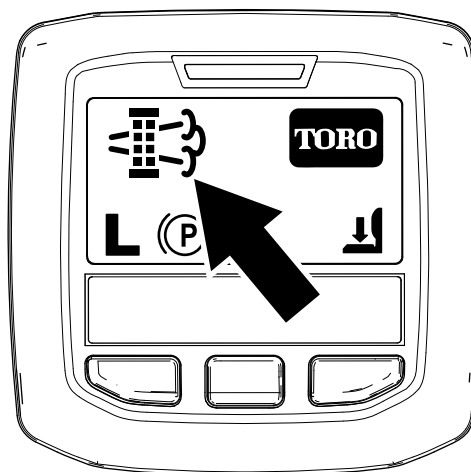

Figura 46
- Cuando el ordenador del motor solicita una regeneración con la máquina aparcada o una regeneración de recuperación, aparece el icono de solicitud de regeneración (Figura 46) en el InfoCenter.